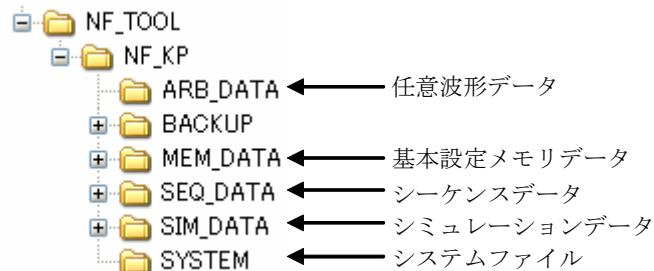

図4-23 USB メモリのフォルダ構成
USB メモリのルートフォルダには図 4-23 のフォルダがあるものとします。ない場合は、USB メモリを本製品に接続した時に、自動的に作成されます。
- 図 4-23 の BACKUP フォルダ、SYSTEM フォルダはユーザが使用するフォルダではありません。本製品のファームウェアアップデート等に使用しますので、これらのフォルダやフォルダ内のファイルを消去しないでください。